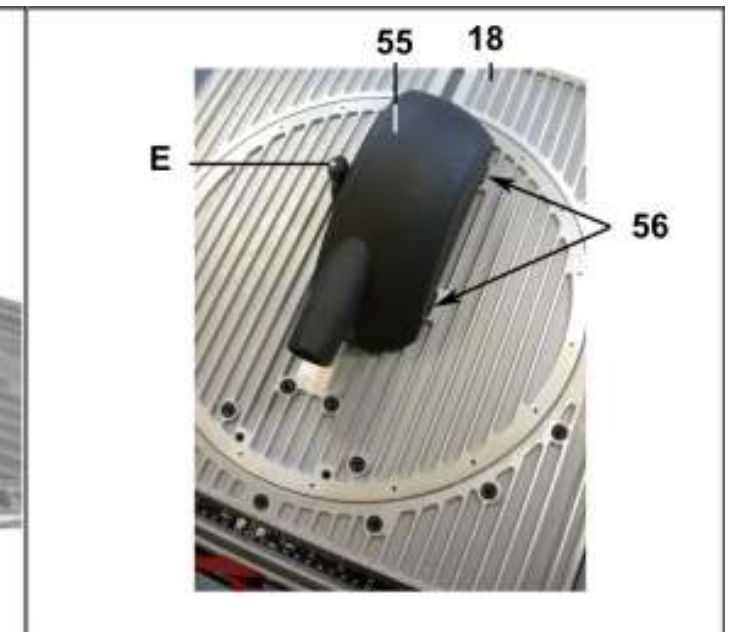

Рис.4
Храните пилу в сухом и чистом помещении при нормальной температуре. Не допускайте нагрева пилы, воздействия прямых солнечных лучей или повышенной влажности (см. Раздел 1). Во время хранения все комплектующие должны быть чистыми и сухими. Перед длительным хранением или перед транспортировкой на дальние расстояния пылесборник 52 (Рис. 2г) и кожух 55 (Рис. 4) необходимо снять и очистить от пыли и опилок (см.п.12.2).
Следите за наполнением пылесборника 52 (Рис. 2г) (см. п.12.2), регулярно снимайте и очищайте от остатков пыли и опилок кожух 55 (Рис. 4).
- В специальные пазы 56 рабочего стола 18 установите кожух 55 и зафиксируйте его винтом Е (Рис. 4);
- Установите на раструб кожуха 55 (Рис. 4) патрубок 5 (Рис. 2а). К патрубку 5 необходимо подключить систему пылеудаления – пылесос (не комплектуется);
После каждой установки или регулировки проследите (при отключенной от источника электрического тока пиле) за тем, чтобы пильный диск 20 (Рис. 2б) ни при каких обстоятельствах не касался элементов конструкции пилы и свободно входил в паз 33, не задевая его краев и кожуха 55 (Рис. 4), а также других деталей пилы.